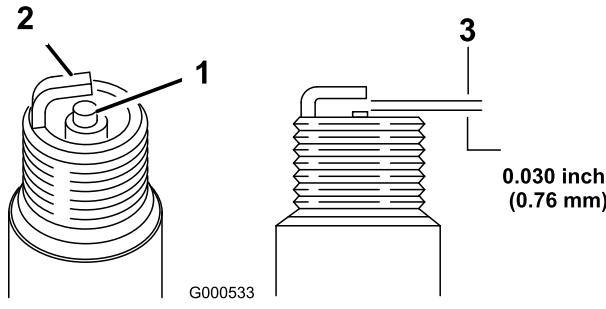

Bild 52
1. Sehen Sie sich die Mitte der Zündkerzen an (Bild 52).
- Prüfen Sie den Abstand zwischen der mittleren und der seitlichen Elektrode (Bild 52) und biegen Sie die seitliche Elektrode, wenn der Abstand falsch ist.